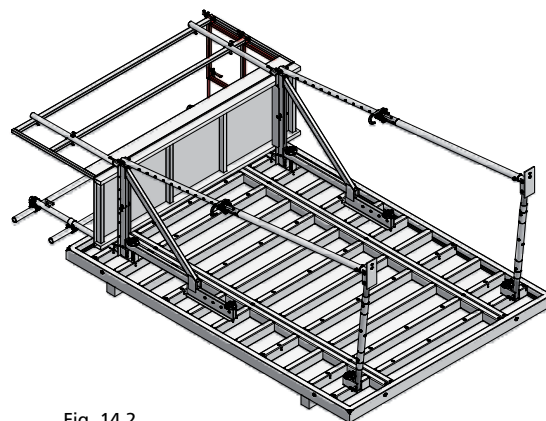

Fig. 14.2
2. Une 2^e unité coffrante, avec ou sans trappe, est montée sur un coffrage de voiles à même le sol en suivant les points 1 à 9 décrits dans les pages SB-6 à SB-9. Les garde-corps d'about SB ne sont pas installés systématiquement sur chaque extrémité ; cela dépend du sens de la pose, le côté jouxtant avec l'unité coffrante déjà en place n'en sera par exemple pas équipé (fig. 14.2).